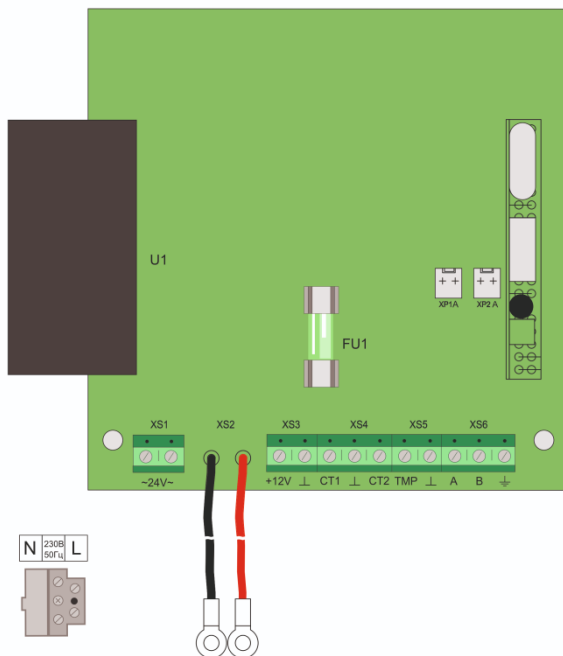

Рис.3
При подключении клемм СТ1 и СТ2 (см. таблицу 3 и рисунок 3) путем размыкания данных контактов относительно контакта «L» ББП формирует сигналы на внешние устройства об отсутствии электрической сети переменного тока 230 В и разряде АКБ,
6. При необходимости дистанционного контроля состояний отсутствия электрической сети переменного тока 230 В и разряда АКБ подключите клеммы СТ1 и СТ 2 (см. таблицу 3 и рисунок 3) к соответствующим устройствам.